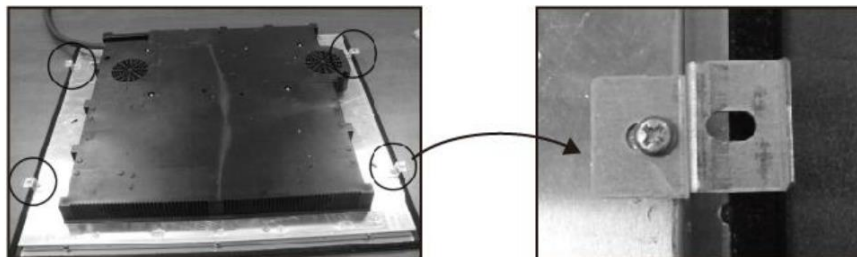

Fig. 5
5. Efter installation skal du fastgøre kogepladen til arbejdsfladen med 4 skruer på kogepladens underside (se fig. 5). Juster monteringsbeslagets position til bordpladens forskellige tykkelser.